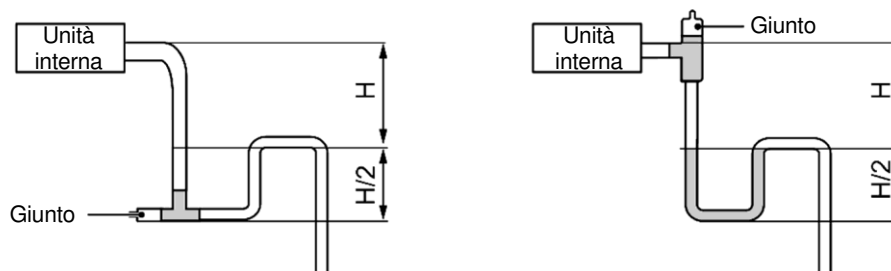

Fig. 4.11
- (4) Quando si collegano diversi tubi di scarico, seguire le istruzioni indicate nella Fig. 4.11. Scegliere il tubo di scarico adeguato per la capacità dell'unità.
- (5) Per le unità interne soggette ad alta pressione all'uscita del tubo di scarico, utilizzare una giunzione impermeabilizzata.
- (6) Installare il giunto impermeabilizzato come indicato nella Fig. 4.11.
- (7) Ogni unità deve essere installata con un unico giunto impermeabilizzato.